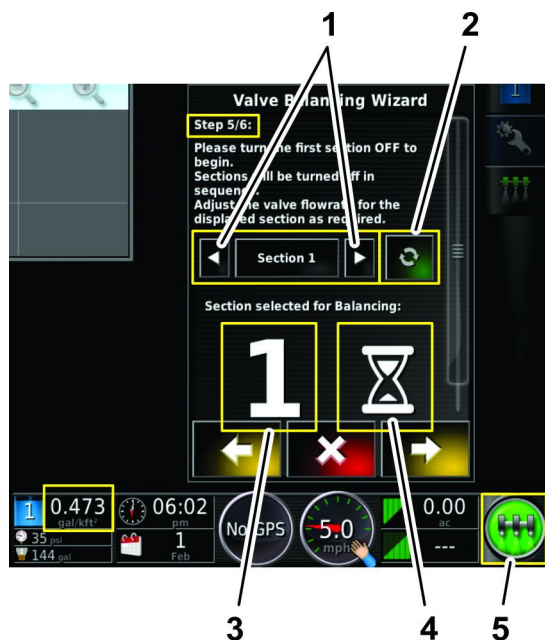

Figura 144
- Aguarde até que o sistema GeoLink processe o comando de taxa de fluxo (Figura 144).